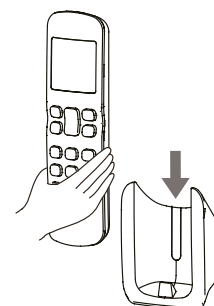

fig. 5
3) Far scorrere il telecomando verticalmente nel supporto del telecomando (vedi "fig. 5").